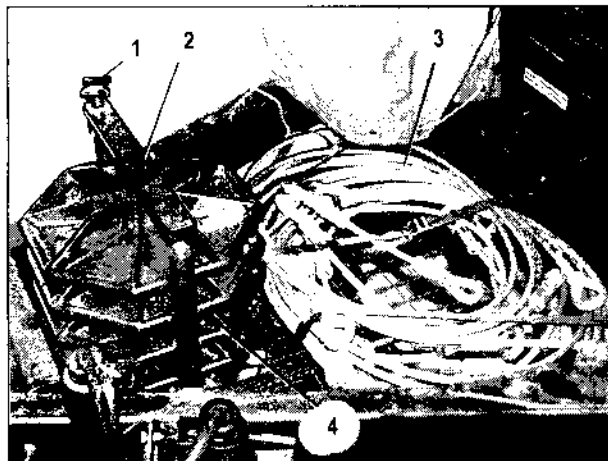

Bild 75
2. Sterngriffschraube (Bild 75/1) lösen, Haltetasche (Bild 75/2) zur Seite drehen und Bodenplatten (Bild 75/4) aus der Halterung im Zugdreieck nehmen und an den Stellen auslegen, an denen die Stützarme voraussichtlich abgestellt werden.
3. Spannseile (Bild 75/3) herausnehmen und auslegen.